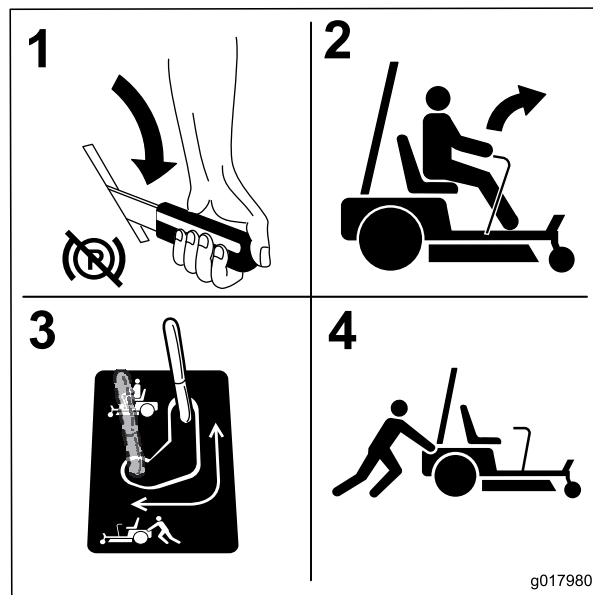

Figure 27
5. Amenez les leviers de dérivation en arrière, puis abaissez-les pour les bloquer en place comme montré à la Figure 27 et désengager les moteurs de roues.
Placez la dérivation à la position voulue pour utiliser la machine (Figure 27) et engager les moteurs des roues.